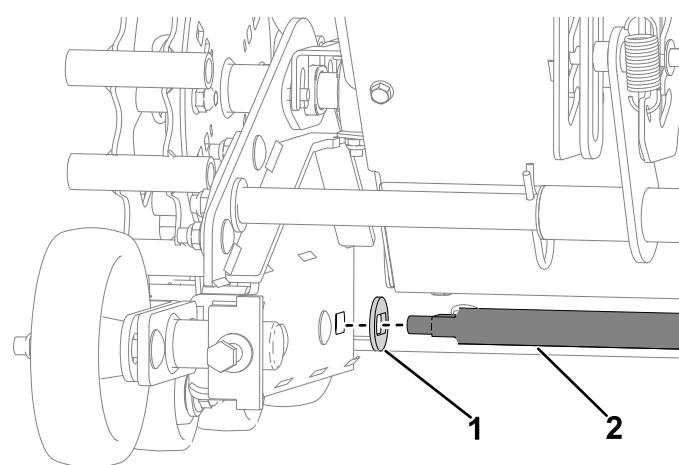

Figura 32
- 5. Instale las 2 arandelas especiales en la nueva barra de pivot. Instale la nueva barra de pivot con las arandelas especiales a través de los conjuntos de oruga y la placa de sujeción y fíjela con las 2 contratuerca nuevas ($\frac{3}{8}$ ") (Figura 32).